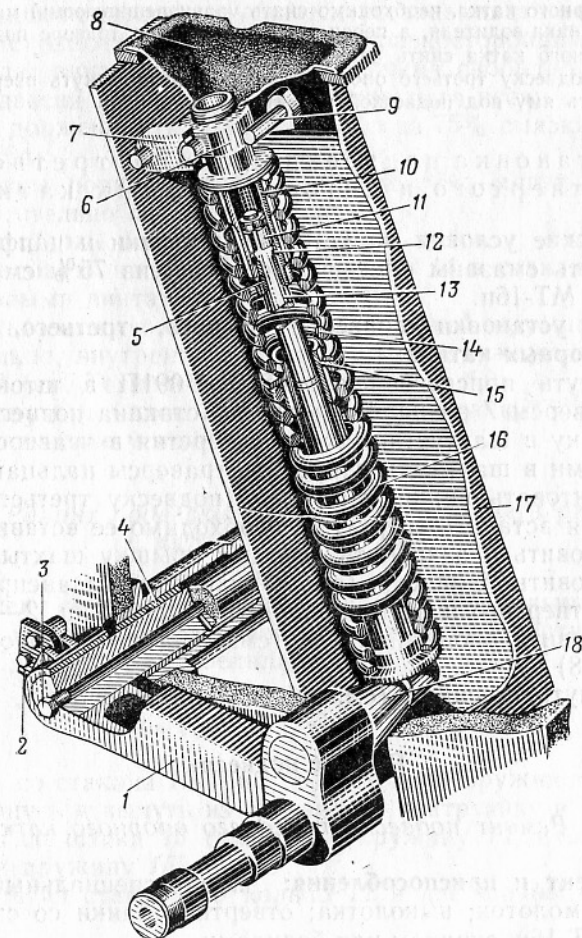

Рис. 16. Подвеска второго, третьего, четвертого и пятого опорных катков:
5. Ввернуть приспособление 48001-1-091П в шток подвески и зачалить подвеску. Расшплинтовать и выпрессовать при помощи приспособления УК-6 два пальца 9 (рис. 16) из траверс 7. Вынуть
1. Снять со стакана 10 (рис. 16) чехол 8 с пружинным кольцом.